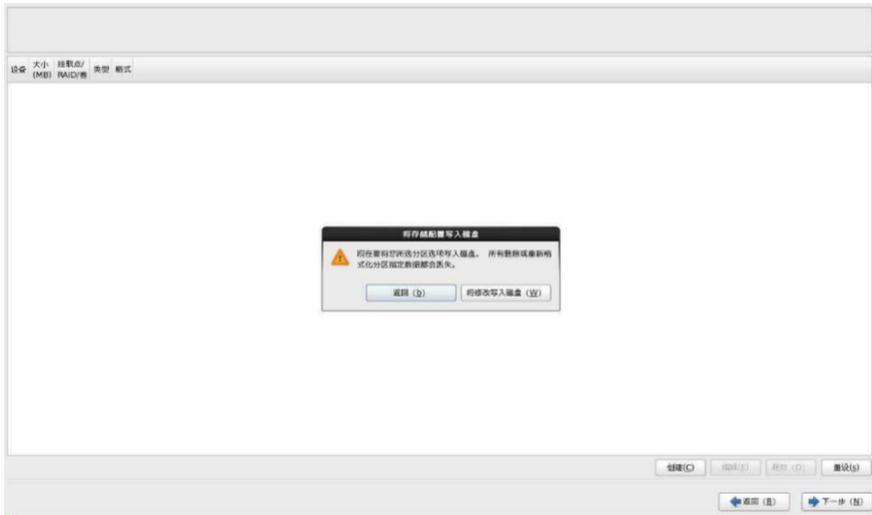

图 6-36
- q. 单击下一步，系统会提示对磁盘进行格式化，请在此步骤操作前，确认磁盘中的数据已经备份后，单击将修改写入磁盘。如图 6-36 所示。